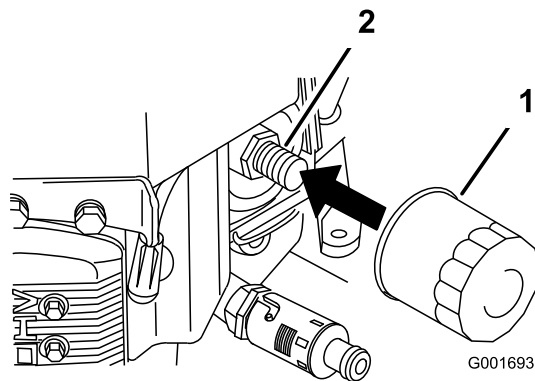

Figura 36
2. Retire el filtro de aceite usado (Figura 36).
3. Aplique una capa fina de aceite nuevo a la junta de goma del filtro nuevo (Figura 36).
4. Instale el filtro de repuesto en el adaptador de filtro; gire el filtro en el sentido de las agujas del reloj hasta que la junta de goma entre en contacto con el adaptador del filtro, luego apriete el filtro tres cuartos de vuelta más (Figura 36).